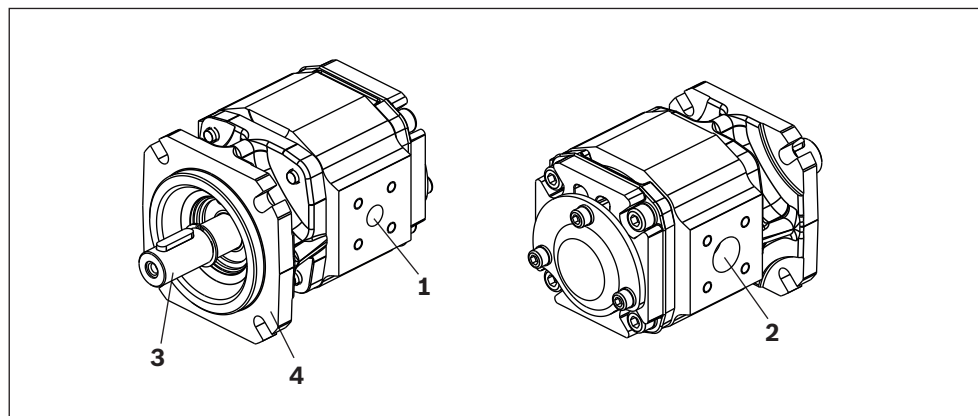

Fig. 5: montagem da bomba de engrenagem interna PGF
3. Com período de armazenamento de até 9 meses: umedeça o interior da bomba de engrenagem interna com óleo mineral, enchendo aproximadamente 100 ml. Com período de armazenamento de até 24 meses: encha a bomba de engrenagem interna completamente com óleo mineral. O enchimento é feito pela conexão de sucção **S** ou conexão de pressão **P**, consulte o capítulo 7.5 "Montar a bomba de engrenagem interna", Fig. 5 na página 26.